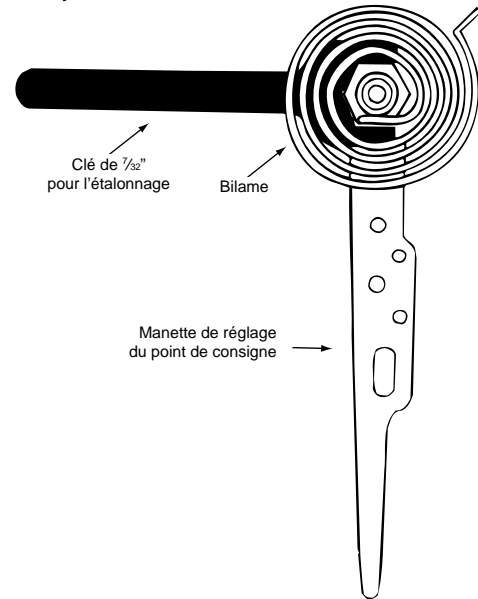

Figure 5. Étalonnage du thermostat
3. Détachez le couvercle du thermostat. Glissez un clé anglaise de  $\frac{7}{32}$ " sur l'écrou hexagonal situé sous le bilame. Tout en maintenant en place la manette de réglage, tournez l'écrou à droite jusqu'à ce que le mercure se déplace vers la droite du tube (figure 5).
7. Glissez la clé anglaise de  $\frac{7}{32}$ " sur l'écrou hexagonal situé sous le bilame. Tout en maintenant en place la manette, tournez l'écrou à gauche jusqu'à ce que le mercure se déplace vers la gauche du tube (figure 5).